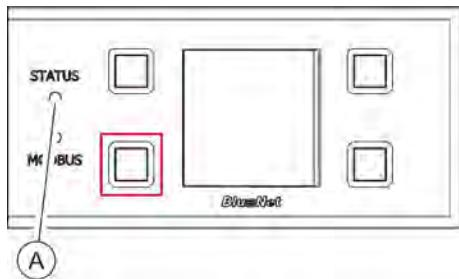

Fig. 82 : Écran avec boutons de commande
2. ➤ Maintenir le bouton à côté de la DEL Modbus appuyé pendant deux secondes, puis le relâcher (Fig. 82 /indiqué en rouge).
3. ➤ Attendre que la DEL d'état s'allume en blanc (Fig. 82 /Ⓐ).